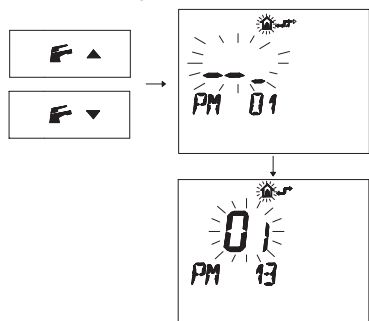

Рисунок 5.80
- Нажмите кнопки и , чтобы вывести на дисплей параметр "PM13" режима насоса (Рисунок 5.80).